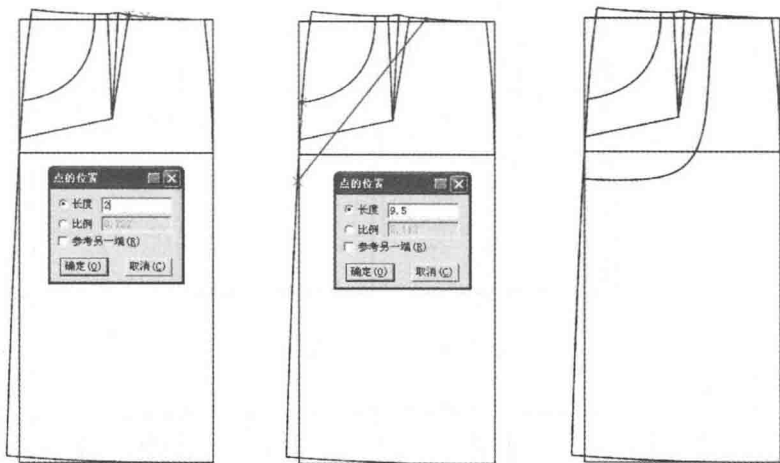

图6-68 画前贴袋
(7) 选择  【智能笔】工具在腰围线 2cm 处 (从腰省开始计算) 与侧缝线袋口线下 9.5cm 处相连。然后用  【调整】工具调顺贴袋外口弧线 (图 6-68)。